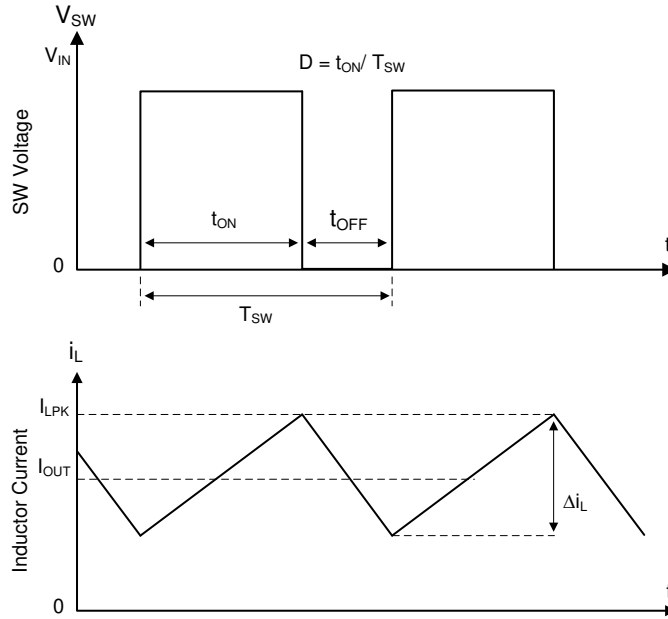

图 6-1. 连续导通模式 (CCM) 下的 SW 节点和电感器电流波形
TPSM843321 的以下运行说明涉及功能方框图和图 6-1 中的波形。TPSM843321 是一款同步降压转换器，具有集成式高侧 (HS) 和低侧 (LS) MOSFET (同步整流器)。TPSM843321 通过使用受控的占空比打开高侧和低侧 NMOS 开关来提供稳定的输出电压。高侧开关导通期间，SW 引脚电压上升至约 V_{IN} ，电感器电流 i_L 以线性斜率 $(V_{IN} - V_{OUT})/L$ 增加。当高侧开关被控制逻辑断开时，低侧开关在经过反击穿死区时间后将会导通。电感电流通过低侧开关以斜率 $-V_{OUT}/L$ 放电。降压转换器的控制参数为占空比 $D = t_{ON}/t_{SW}$ ，其中 t_{ON} 是高侧开关导通时间， t_{SW} 是开关周期。转换器控制环路通过调整占空比 D 来维持恒定的输出电压。在可忽略损耗的理想降压转换器中， D 与输出电压成正比，与输入电压成反比： $D = V_{OUT}/V_{IN}$ 。